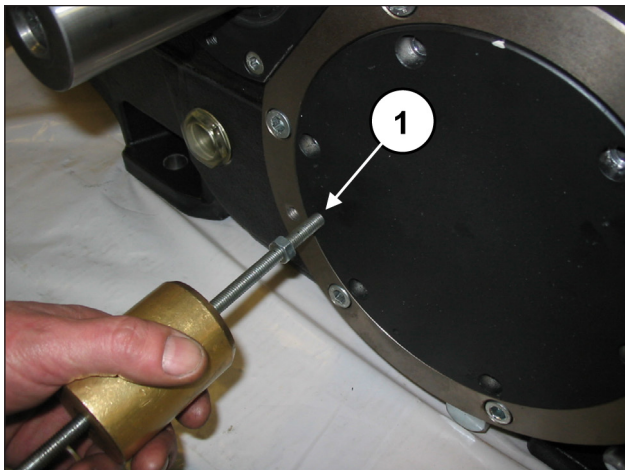

Рис. 11
Для удобства демонтажа используйте 2 штифта или винта М8 (поз. ①, Рис. 11), выступающих в роли съемников. Снимите уплотнительное кольцо круглого сечения (O-ring), если необходимо - замените.